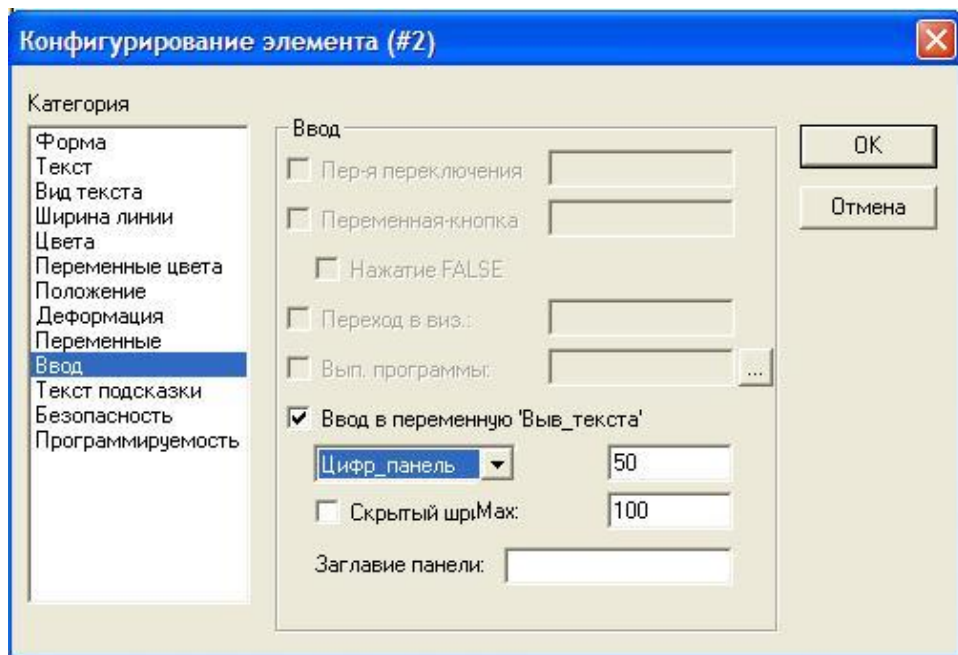

Рисунок 6.13
- Поставте галочку в поле 'Ввід у змінну «Виведення тексту»' (Text input of variable «Text display») категорії 'Введення' (Input) та введіть змінну .Sbr. У випадаючому списку виберіть 'Числова панель' (Numpad) та задайте мінімальне і максимальне значення (рис. 6.13).